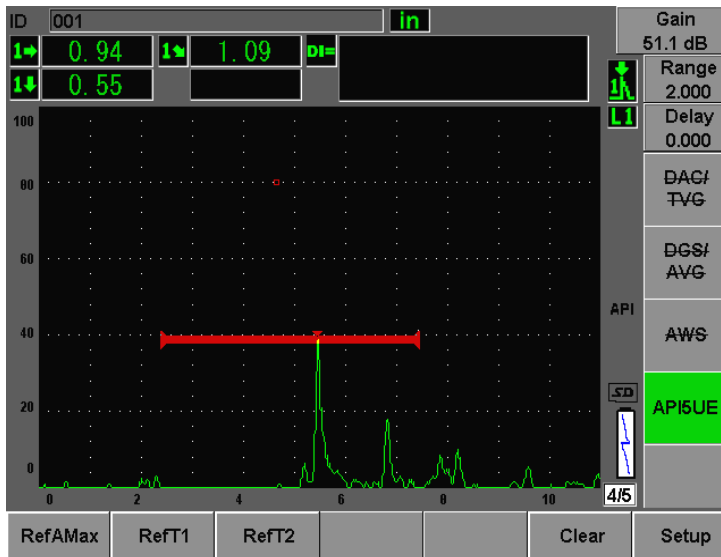

図 12-27 T₂ ポイントの保存
9. **[P3] RefT2** を押して、立ち下がりピークから 6 dB 低下した位置を収集し、この値を T_1 として割り当てます (272 ページ図 12-27 参照)。